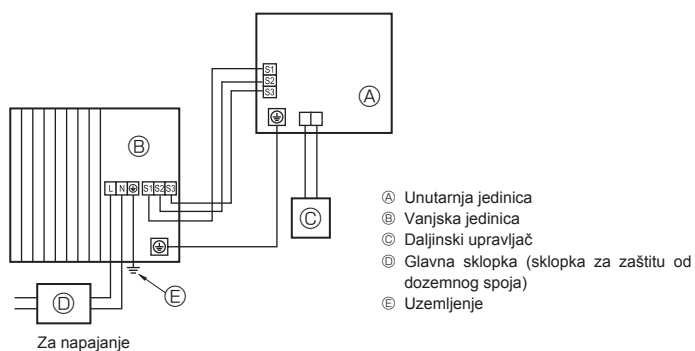
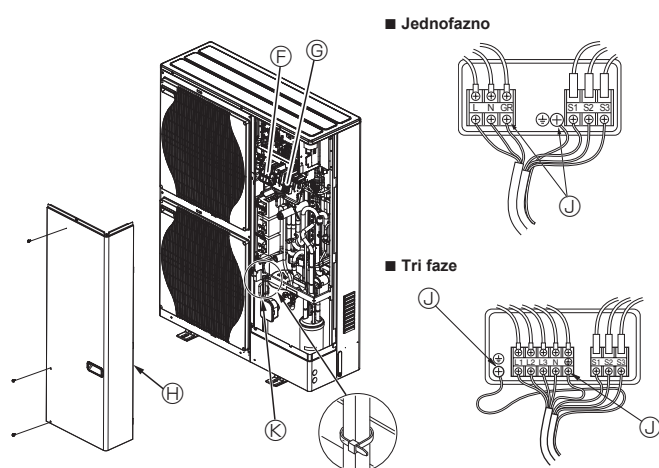

Fig. 5-1
Fig. 5-2
5.1. Vanjska jedinica (Fig. 5-1, Fig. 5-2)
- ① Uklonite servisnu ploču.
- ② Izvedite ožičenje kabela sukladno slikama Fig. 5-1 i Fig. 5-2.